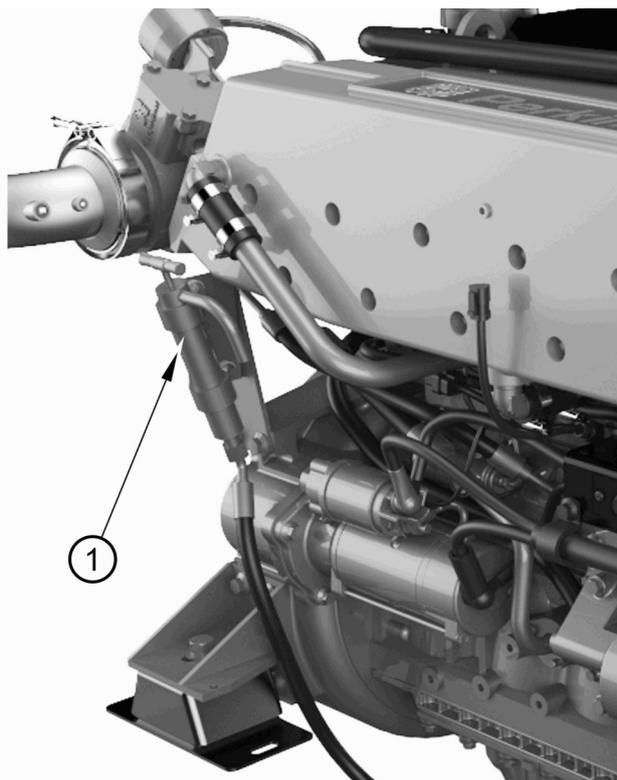

Figura 18
1. Collegare un flessibile adatto alla pompa della coppa (figura 18 voce 1) e posizionare un contenitore adatto della capacità di almeno 16 litri all'altra estremità. Se possibile, scaricare l'olio lubrificante quando è ancora caldo.